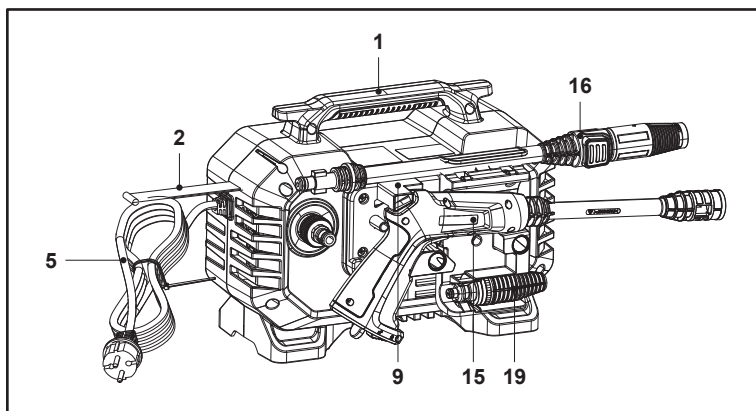

Fig. 17
2. Fixer le cordon d'alimentation (5) à l'aide de la sangle d'attache (2) et bloquer la sangle d'attache (2) dans la fente située sur le dessus de la machine.
3. Ranger le pistolet de pulvérisation (15), la lance télescopique (16) et la buse (18 / 19) dans leurs supports (12, 10, 11) comme indiqué sur la Fig. 17.
4. Toujours transporter la machine à l'aide de la poignée supérieure (1).